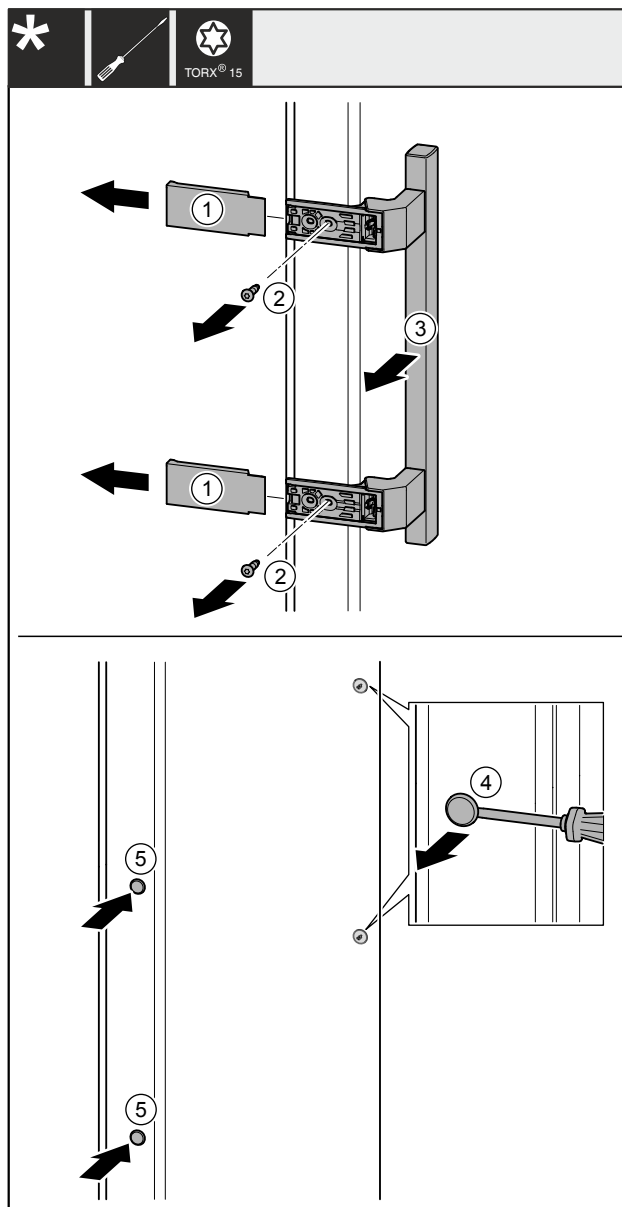

Fig. 27
- Afdekkingen Fig. 27 (1) wegtrekken.
- Schroeven Fig. 27 (2) met een schroevendraaier er uit draaien.
- Greep Fig. 27 (3) wegnemen.
- Til de zijplug voorzichtig Fig. 27 (4) op met een platte schroevendraaier en trek hem er uit.
- Plug Fig. 27 (5) aan de andere kant er weer insteken.